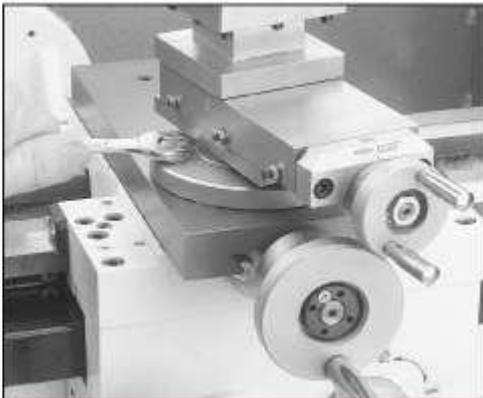

Figure 13 Enlever les boulons du petit chariot
1. Utilisez une clé 12 mm pour enlever les deux boulons qui fixent le petit chariot sur le chariot transversal .Voir **figure 13**.